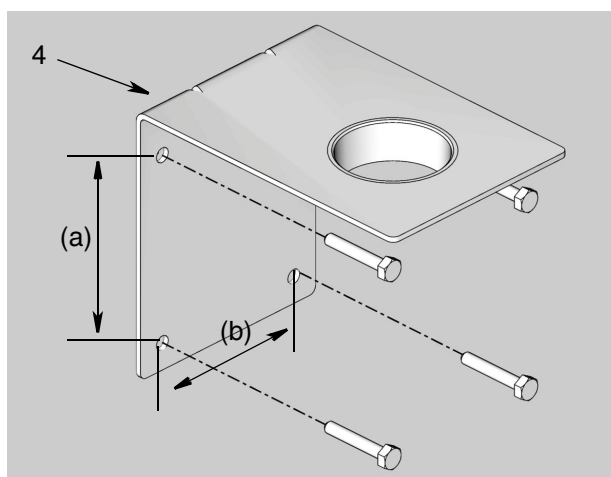

Рис. 4
1. Используя скобу для крепления на стене (4) в качестве трафарета, отметьте места отверстий на стене и просверлите их (Рис. 4).
2. С помощью четырех винтов (приобретаются отдельно), длины которых достаточно, чтобы надежно зафиксировать скобу для крепления на стене и насос, установите скобу (4) на стену (Рис. 4).